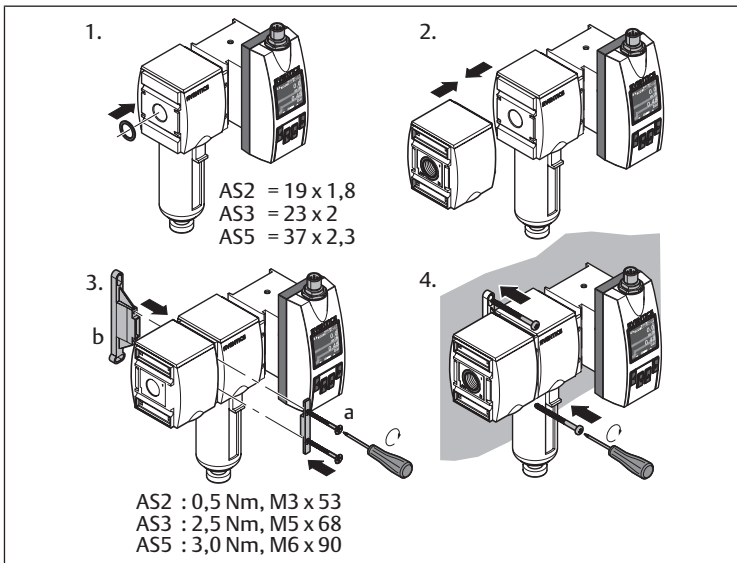

Fig. 5: Montaje con soporte de fijación | W03
- Montaje con soporte de fijación: véase → Fig. 5.